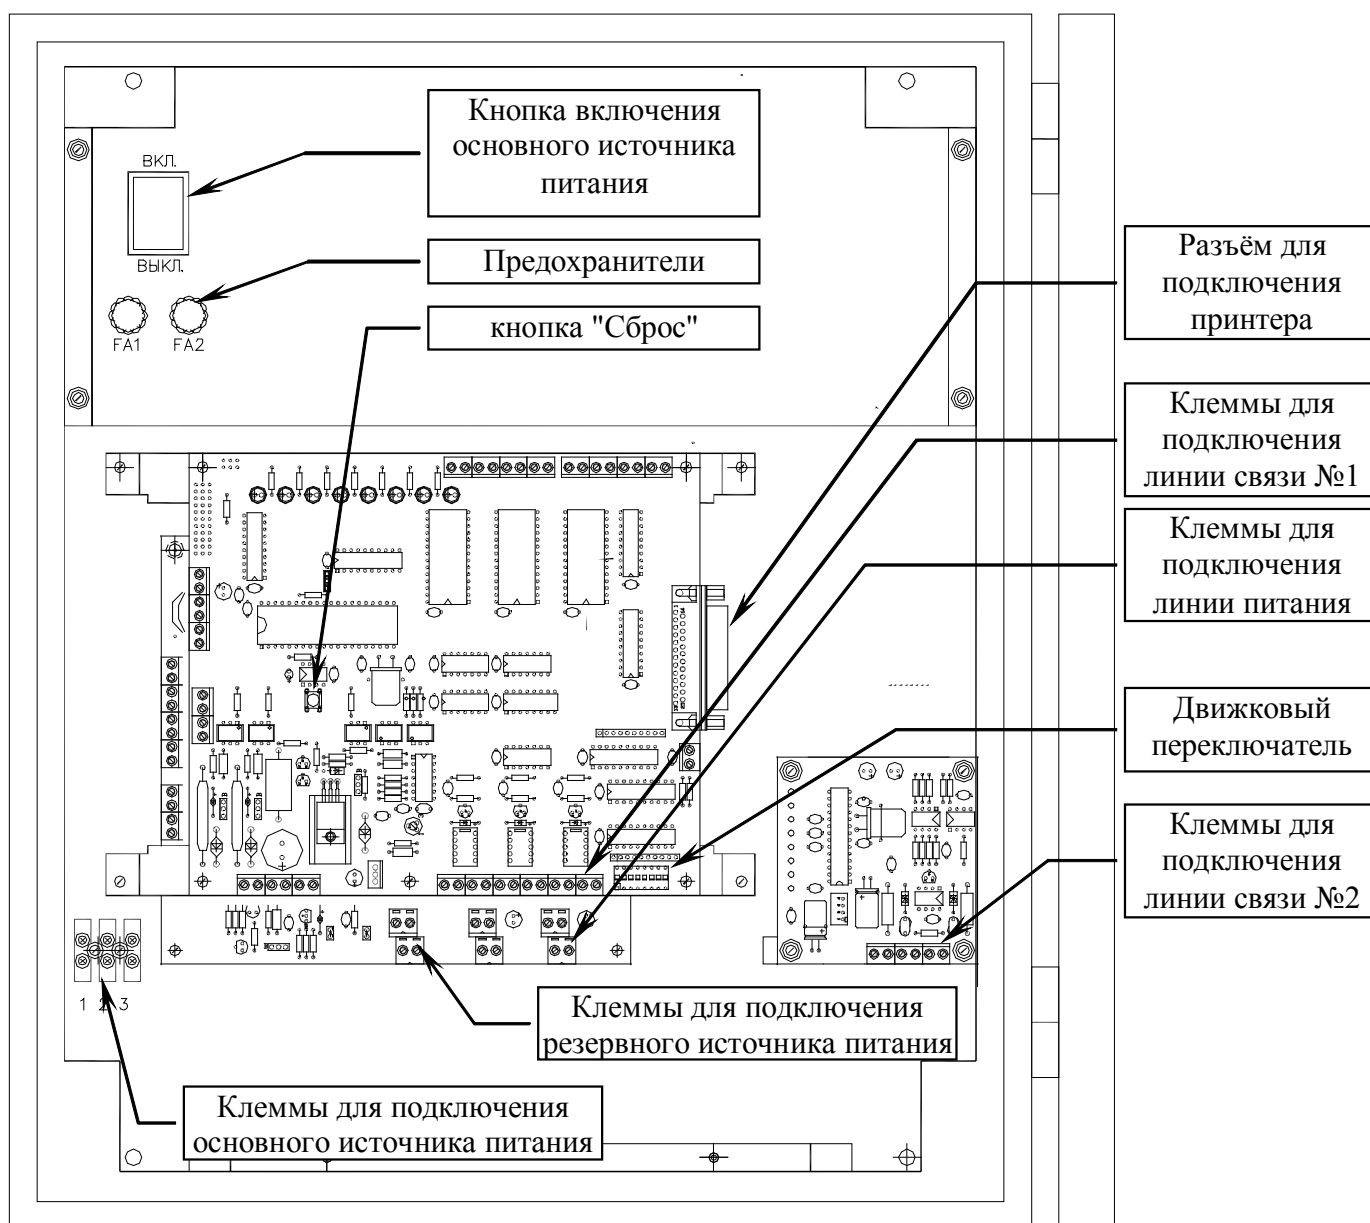

Рис. 2. Расположение блоков в ЦП
На рис.2 показано расположение блоков в ЦП. По центру у задней стенки корпуса расположен блок питания 24В, переключатель "Сеть" и держатели под сетевые предохранители. С левой стороны у задней стенки корпуса расположена колодка для подключения основного источника питания (~220В) и плата блока контроля напряжений, на которой расположены клеммы для подключения резервного источника питания (аккумуляторов) и линий питания. С правой стороны у задней стенки корпуса расположена плата блока интерфейса, на которой расположены клеммы для подключения линии связи №2. Датчик охраны крепится к боковой стенке корпуса.
- нажать кнопку "Сброс", расположенную в ЦП (рис. 2). После прохождения сигнала "Сброс" ЦП перейдет в режим автоматического определения адресов и типов устройств. При этом светодиоды, расположенные в ЦП перейдут в мигающий режим свечения;